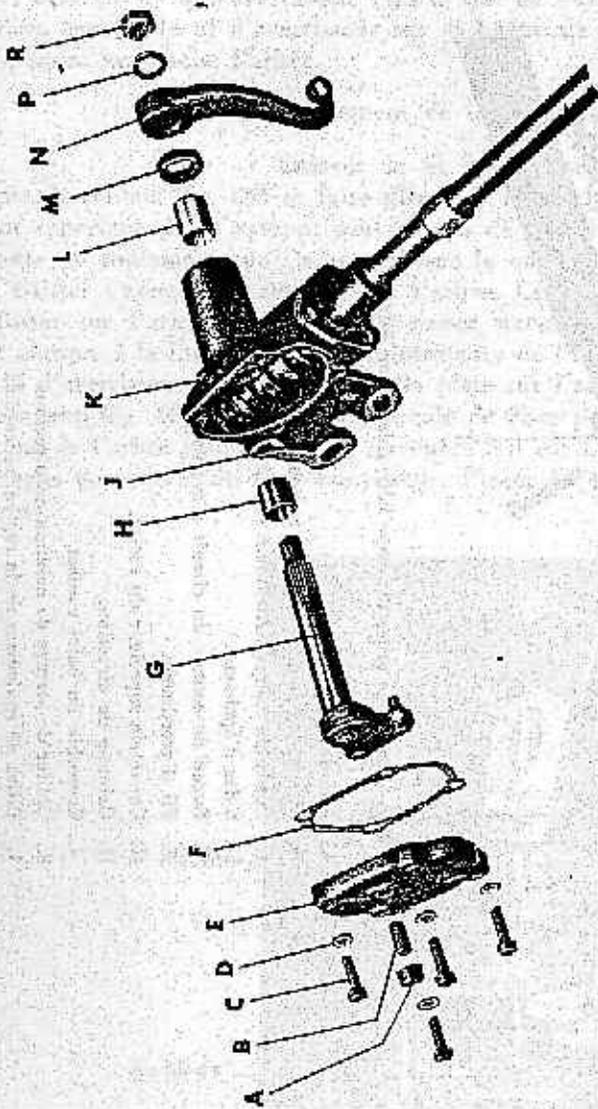

FIGURE 82. — Boîtier de direction (vue écartée montrant le montage du secteur)
1) Enlever la bielle pendante (fig. 82).
2) Dépose de l'ensemble arbre à secteur (fig. 82).
3) Dépose de l'ensemble arbre et rampe hélicoïdale du boîtier (fig. 82).
3) Pose de l'arbre à secteur (fig. 82).
Poser un joint neuf et le couvercle sur le carter. Poser la vis de réglage latéral et le contre-écrou dans le couvercle latéral (fig. 82). Faire tourner l'arbre dans le sens d'horloge jusqu'à ce qu'il ne puisse plus tourner, tout en comptant les tours complets et fractions de tours, puis faire tourner l'arbre en sens inverse de la moitié des tours. Ce procédé centrera l'arbre. Visser la vis de réglage jusqu'à ce que l'on sente une légère résistance de l'arbre à ce point. Serrer le contre-écrou de réglage et vérifier le réglage de nouveau.